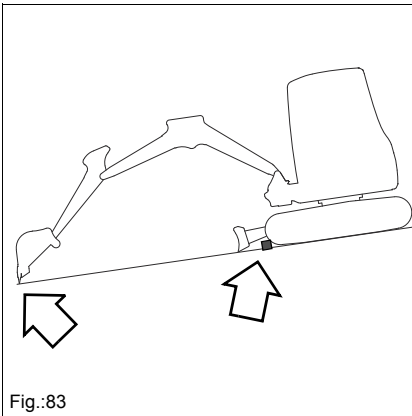

Fig.:83
- Aplicar los seguros necesarios en las orugas (p. ej. cuñas de calce, tacos), según se muestra en Fig. 83.